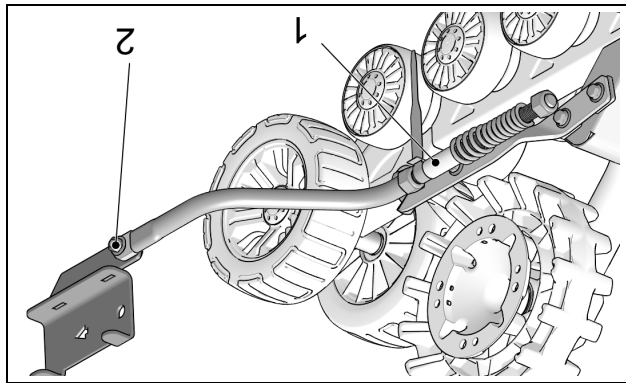

Figure 10
• Le bras stabilisateur doit être fixé au système de traction (1) et à l'ancrage arrière (2) installé au véhicule. Voir la Figure 10.